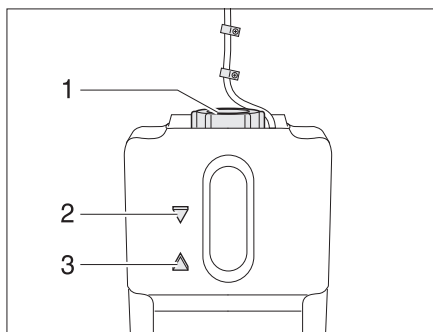

Fig. 152 Vaso d'espansione riscaldamento ad acqua calda
- Controllare se nel vaso di espansione (Fig. 152) il livello del liquido si trova tra le marcature "MIN" (Fig. 152,3) e "MAX" (Fig. 152,2).
- Aprire il coperchio (Fig. 152,1) del vaso di espansione.